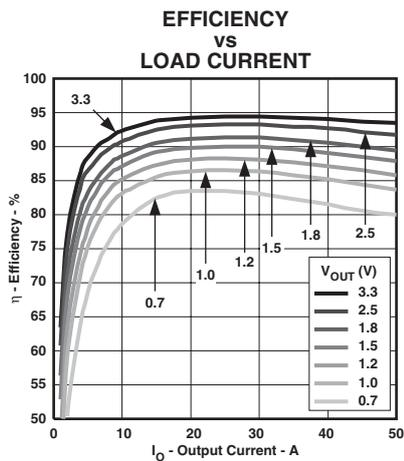
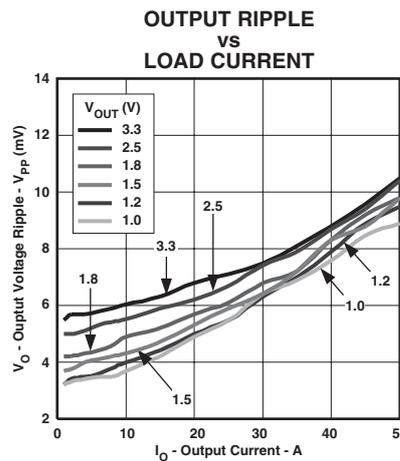
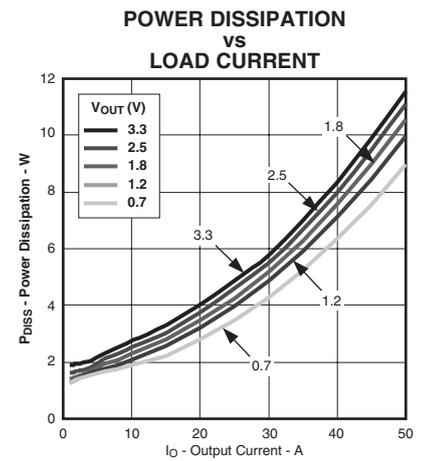

図 1
図 2
図 3
- (1) この電氣的特性データは、實際の製品を25°Cでテストして得られたものです。このデータは、コンバータの代表的なデータと考えられます。図1、図2、および図3に対して適用されます。